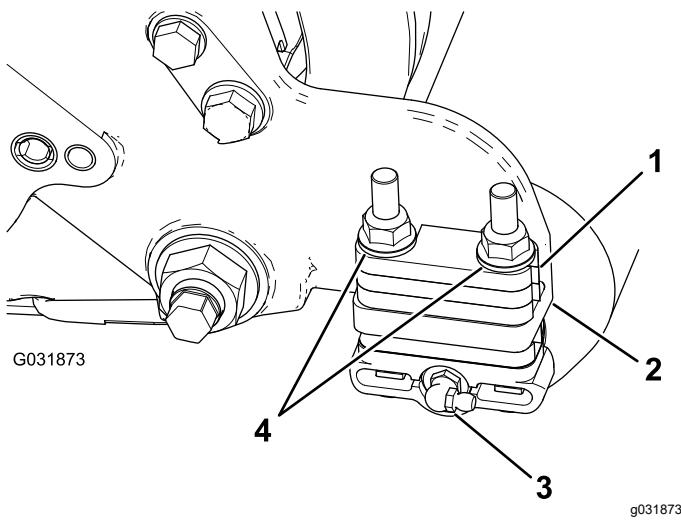

图 7
- 从滚刀组的滚筒刷架一侧拆除滚筒的黄油嘴 图 7。
- 3. 拆掉将每个滚筒支架固定到侧板上的 2 个凸缘锁紧螺母 **图 7**。